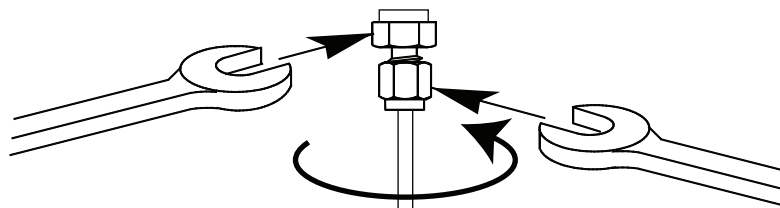

Рис. 19. Окончательное закручивание
- 7 Для фитингов Swagelok 1/8": с помощью пары ключей закрутите фитинг на 3/4 оборота. См. **Рис. 19**.